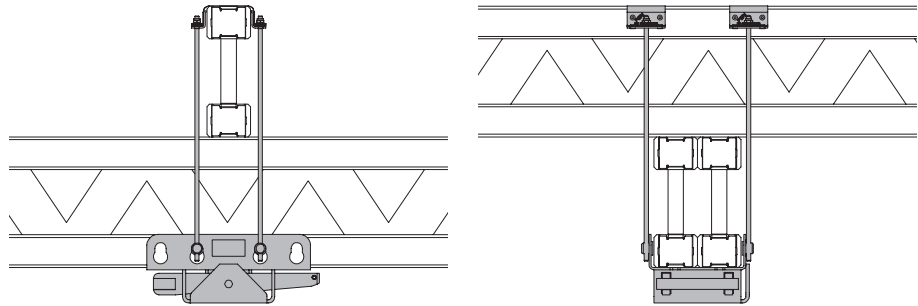

Fig. B2.02
(Fig. B2.02)
2. Appoggiare 4x testa per tavoli TK (26) e allinearle accuratamente agli elementi di battuta. (Fig. B2.02)